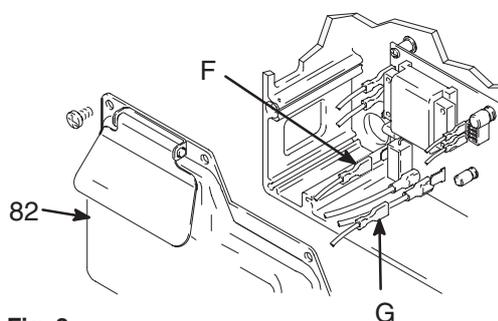

Fig. 3
3. Fig. 3. Retire la cubierta del dispositivo de control de presión (82). Desconecte los cables del motor (F) y (G).